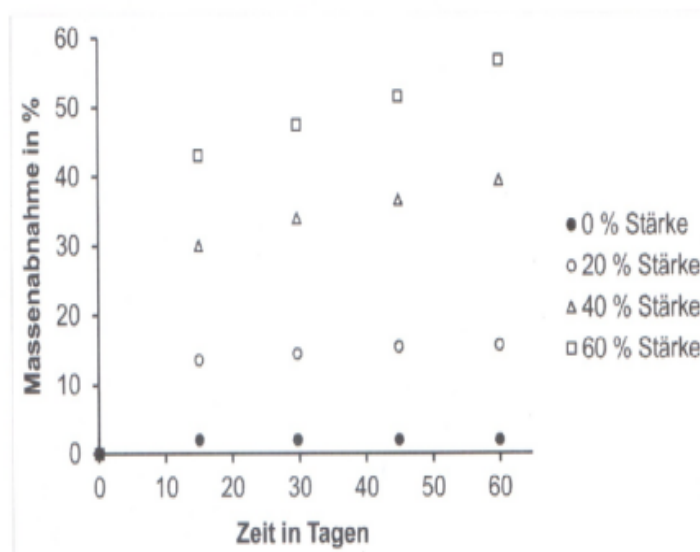

Abb.6: Massenabnahme beim bakteriellen Abbau von PS-Stärke –Kunststoffen⁴
- 2.2 Einige Hersteller behaupten, dass ein PS-Stärke-Kunststoff vollständig biologisch abbaubar sei. Nach deren Annahme würde eine Bakterienart die Stärke zersetzen, wodurch andere Bakterienarten angezogen würden, die den PS-Anteil abbauen. Zur Überprüfung dieser Hypothese wurden Proben von PS-Stärke-Kunststoffen mit verschiedenen Stärkeanteilen 60 Tage lang in feuchtem Boden gelagert. Die Ergebnisse sind in Abbildung 6 dargestellt: